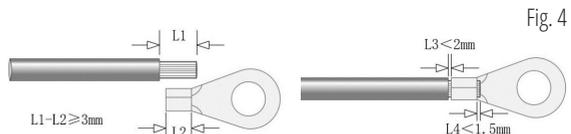

Fig. 4
PASO 3. CABLEADO. Como se muestra en la Fig. 4, pelar cada hilo del cable de alimentación con un pelacables, luego insertar el hilo de cobre en la zona de crimpado del terminal de anillo y crimparlo con una crimpadora. Sugereencias sobre la selección del tamaño del cable como se indica a continuación: